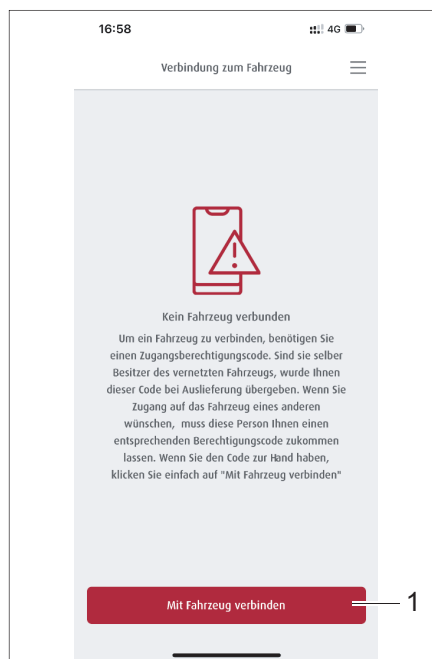

Fig. 296 Collegamento al veicolo
- Digitare il pulsante *Login* (Fig. 295,1). Viene visualizzata la voce di menu *Collegamento al veicolo* (Fig. 296). Se ci sono già veicoli collegati, vengono visualizzati qui.
- Digitare il pulsante *Collegare con il veicolo* (Fig. 296,1).